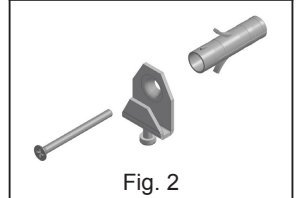

Fig. 2
- a) 2 haki wyrównujące mocowane za pomocą kołków rozprężających w zestawie (Rys.2)
- 7) Zawiesić okap na systemie mocującym (Rys. 2 i 3) i wypoziomować za pomocą wkrętu regulacyjnego.